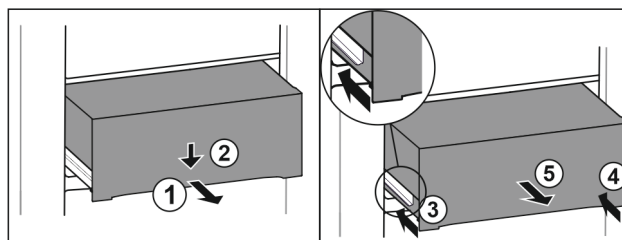

Fig. 151
- ▶ Træk skuffen halvt ud. Fig. 151 (1)
- ▶ Tryk skuffen ned på forsiden. Fig. 151 (2)
- ▶ Skub venstre skinne ca. 2 cm ind. Fig. 151 (3)
- ▶ Skub højre skinne ca. 2 cm ind. Fig. 151 (4)
- ▶ Tag skuffen ud fremefter. Fig. 151 (5)